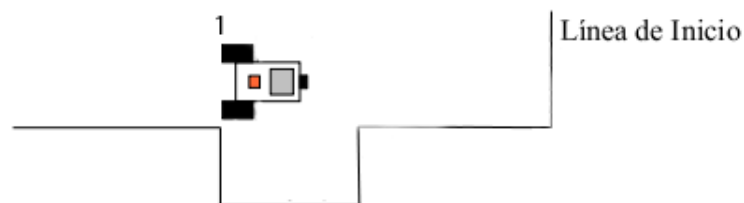

Figura 2.3: Diagrama del aparcamiento - Paso 1.
1. Avanzar desde la línea de inicio hasta el punto 1, como se muestra en la Figura 2.3.